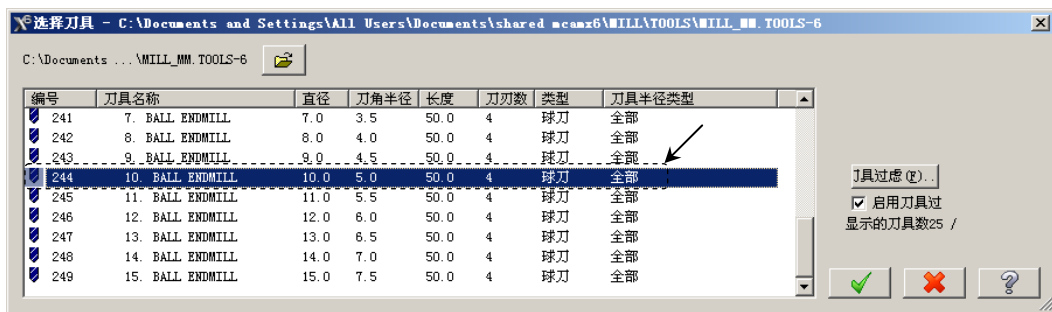

图 5.11 “选择刀具”对话框
Step4. 选择刀具。在“曲面精加工平行铣削”对话框中单击 **选择刀库** 按钮，系统弹出“选择刀具”对话框，在该对话框的列表框中选择图 5.11 所示的刀具。单击  按钮，关闭“选择刀具”对话框，系统返回至“曲面精加工平行铣削”对话框。